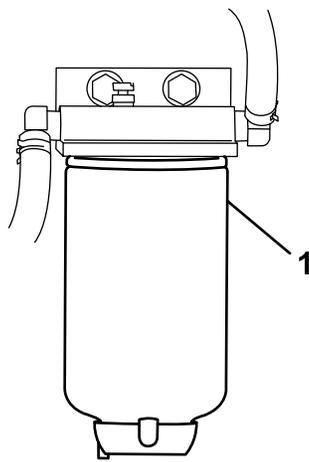

Figura 38
3. Svitare il filtro carburante dalla staffa (Figura 38).